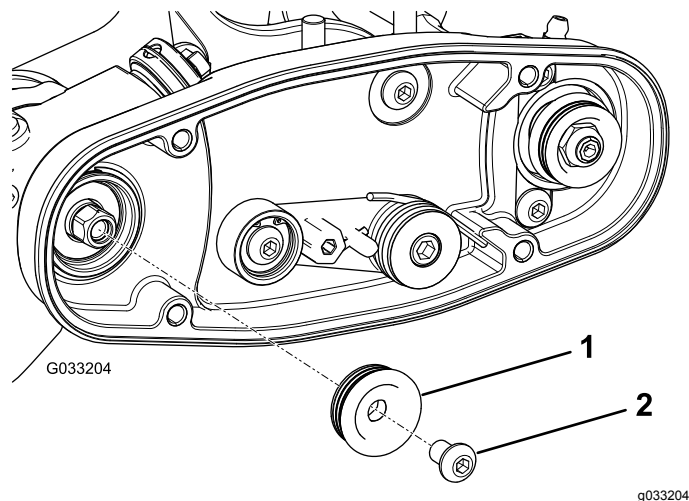

Figure 12
2. Montez la courroie d'entraînement sur l'arbre du groomer (Figure 12).
3. Appliquez du Loctite 242 (bleu) sur le boulon à tête creuse hexagonale et utilisez le boulon pour fixer la poulie à l'arbre d'entraînement ; voir Figure 12.